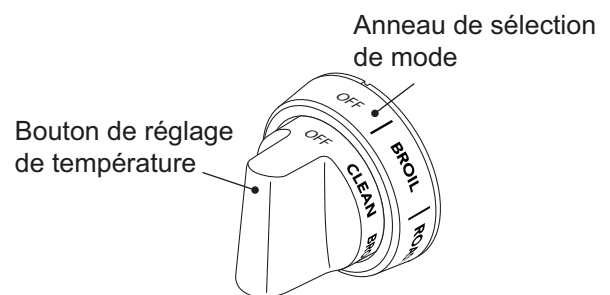

Figure 28 : Anneau de sélection de mode et bouton de réglage de température
2. Réglez l'anneau de sélection de mode (Figure 28) à Bake (cuisson au four), Convection Bake (cuisson par convection) ou Roast (rôtissage).